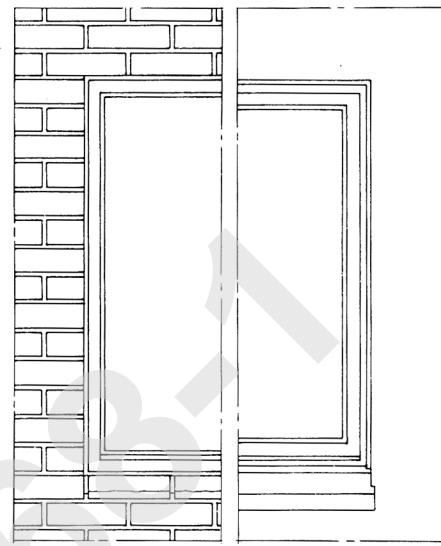

Fig. 01
- 01 Dette blad beskriver innsetting og omramming av vinduer og dører i skallmur med impregnert mineralull som varmeisolationsmateriale, fig. 01. Hvis det brukes annet materiale som isolasjon, må enkelte av de detaljer som her er vist, forandres.